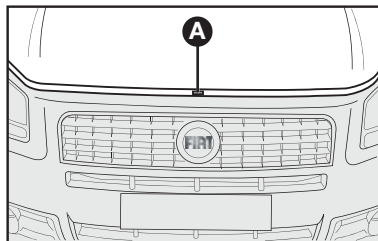

fig. 135
- 2) Mueva la traba **A**-fig. 135;